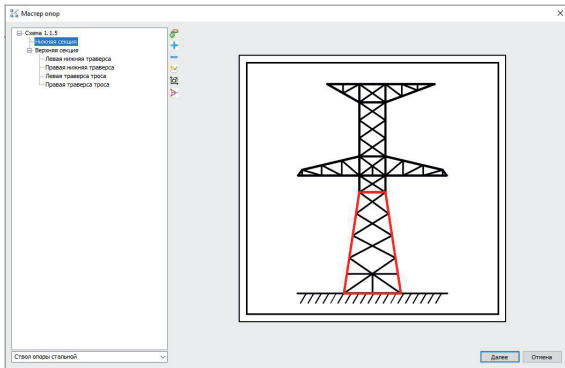

Рис. 2. Мастер опор
2. *Мастер опор* служит для создания 3D-модели опор ВЛ на основании геометрических размеров и сортамента материалов, указанных в типах сериалов (рис. 2). При последующем расчете нагрузок на фундамент учитывается ветровая нагрузка на конструкцию опоры.